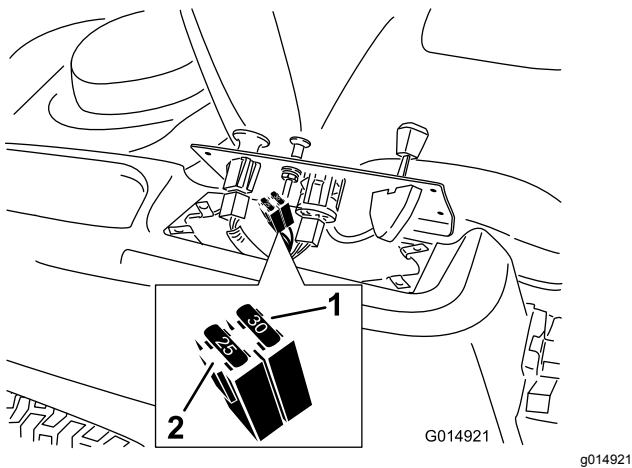

Bild 54
2. Heben Sie das Armaturenbrett an, um an den Hauptkabelbaum und den Sicherungsblock zu gelangen (Bild 54).
3. Ziehen Sie die Sicherung zum Wechseln heraus (Bild 54).